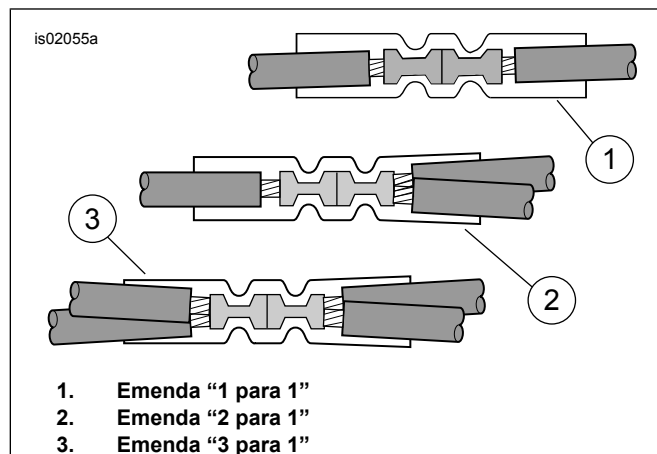
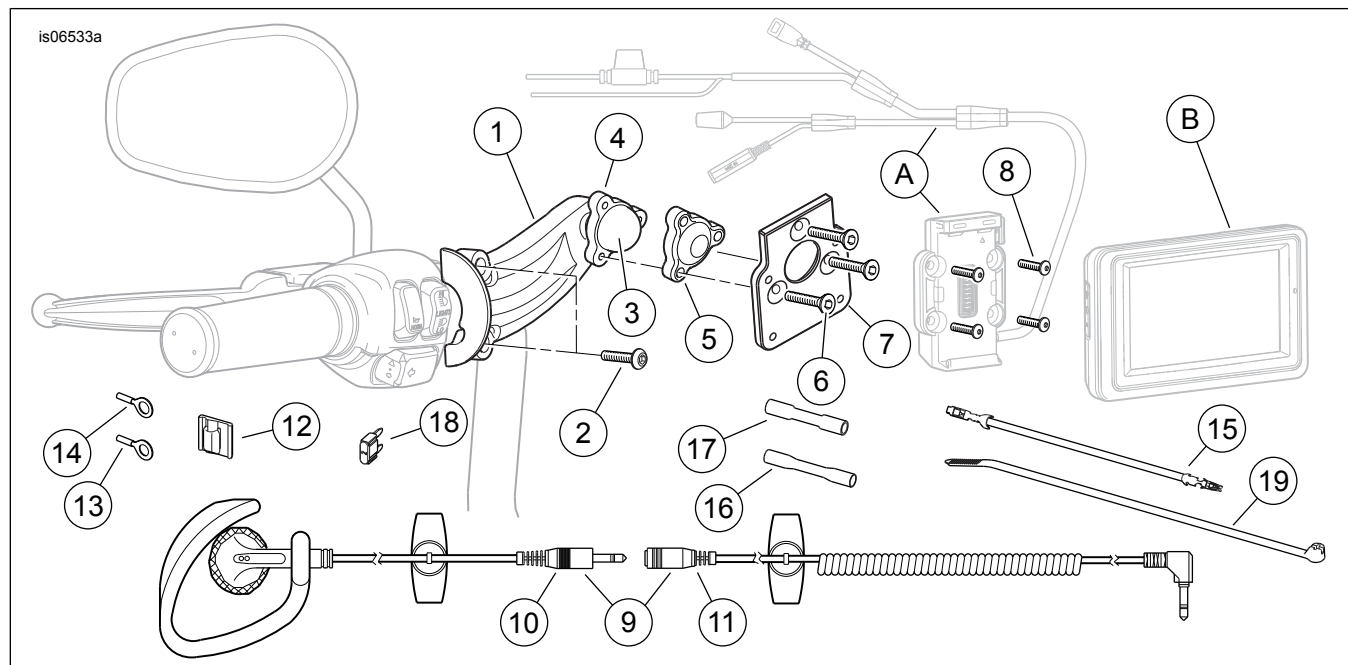

Figura 6. Configurações da emenda
Figura 16. Peças de reposição, kit de GPS Road Tech Zumo 660 e Zumo 665 para instalação em guidom
4. Veja Figura 16. Pegue o conector de emenda selada azul (17) do kit. Veja a figura 6. a configuração de emenda de fios "2 para 1". Emende o fio de alimentação do chicote do Zūmo nos fios laranja/branco do chicote principal, de acordo com as instruções localizadas no apêndice do Manual de serviço.
6. Veja Figura 16. Pegue o conector de emenda selada azul (17) do kit. Veja a figura 6. a configuração de emenda de fios "1 para 1". Emende o fio de alimentação do chicote do Zūmo no fio adaptador, de acordo com as instruções localizadas no apêndice do Manual de serviço.
7. Instale o fusível de 2 A (18) do kit na cavidade do fusível "OPEN" (aberta) para completar o circuito.
3. Veja Figura 16. Pegue o conector de emenda selada azul (17) do kit. Veja a figura 6., a configuração de emenda de fios "2 para 1". Emende o fio de alimentação do chicote do Zūmo nos fios laranja/branco, de acordo com as instruções localizadas no apêndice do Manual de serviço.
6. Veja Figura 16. Pegue o conector de emenda selada azul (17) do kit. Veja Figura 6, a configuração de emenda de fios "1 para 1". Emende o fio de alimentação do chicote de fios Zumo no fio adaptador, de acordo com as instruções no apêndice do Manual de serviço.
3. Veja Figura 16. Pegue o conector de emenda selada azul (17) do kit. Veja Figura 6, a configuração de emenda de fios "2 para 1". Emende o fio de alimentação do chicote de fios Zumo nos fios laranja/branco do chicote de fios principal, de acordo com as instruções no apêndice do Manual de serviço.
3. Veja Figura 16. Pegue o conector de emenda selada azul (17) do kit. Veja Figura 6, a configuração de emenda de fios "2 para 1". Emende o fio de alimentação do chicote de fios Zūmo nos fios laranja/branco do chicote de fios principal, de acordo com as instruções no apêndice do Manual de serviço.
6. Veja Figura 16. Corte o que sobrar do fio laranja/branco do chicote do Zūmo. Usando o conector de emenda selada azul (17) do kit, emende o referido fio no fio adaptador instalado no Passo 4.
7. Instale o fusível 2 A (18) do kit na cavidade do fusível marcada "P&A IGN", "2 A MAX" para completar o circuito.
- **Até três acessórios podem ser emendados no chicote de fios de conexão elétrica.** Para obter as configurações de várias emendas Veja a figura 6.
3. Veja Figura 16. Pegue o conector de emenda selada azul (17) do kit. Veja a figura 6. a configuração de emenda de fios "2 para 1". Emende o fio de alimentação do chicote do Zumo nos fios laranja/branco do chicote principal, de acordo com as instruções localizadas no apêndice do Manual de serviço.
4. Instale o fusível de 2 A (18) do kit na cavidade do fusível para completar o circuito.